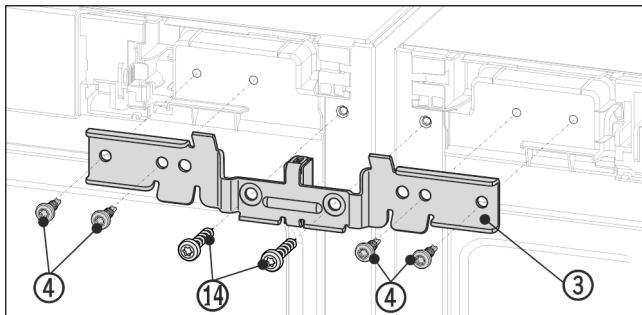

Fig. 13 Príklad zobrazenia
- Uholník Fig. 13 (3) s dištančným dielom zasunú medzi zariadenia a na čapy. Uholník voľne priskrutkujte striedavo vpravo a vľavo pomocou štyroch skrutiek Fig. 13 (4) a predtým vyskrutkovaných uzemňovacích skrutiek Fig. 13 (14).